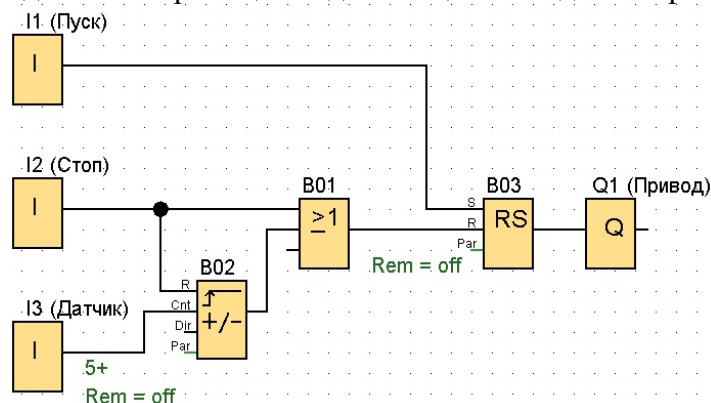

Рис. 2. Переміщення до вказаної позиції
Програма, що здійснює переміщення до позиції 5 наведена на рис. 2.
4. Що здійснює блок В01 на рис. 2?
5. Яку функцію здійснює блок В03 на рис. 2?